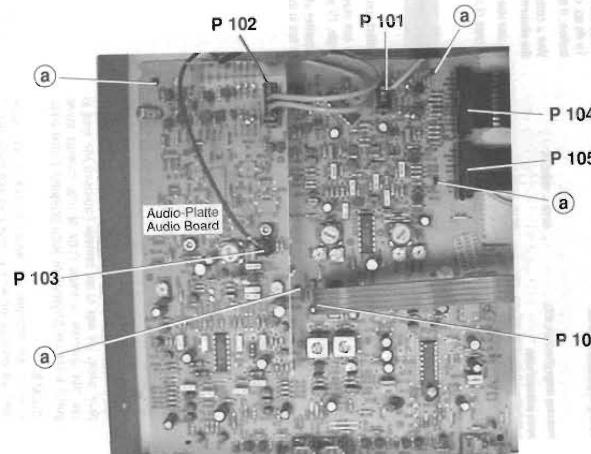

Fig. 2
- Steckverbindungen P 101, P 102, P 103, P 104, P 105 und P 106 lösen (Fig. 2).
- 4 Plattenhalter **(a)** (Fig. 2) ausrasten und Leiterplatte herausnehmen.
- Unplug the connectors P 101, P 102, P 103, P 104, P 105 and P 106 (Fig. 2).
- Disengage the 4 spacers **(a)** (Fig. 2) and remove the circuit board.
- Bei Bedarf Steckverbindungen P 01 B, P 02 B, P 03 B, P 05 B, P 13 B auf der Logik-Platte (Fig. 2 und 4) und P 104, P 105, P 106 auf der Audio-Platte (Fig. 3) lösen.
- Steckverbindungen P 101, P 102, P 103, P 01 B, P 02 B und P 03 B lösen (Fig. 2, 3 und 4).
- If necessary, unplug the connectors P 01 B, P 02 B, P 03 B, P 05 B, P 13 B on the logic board (Fig. 2 and 4) and P 104, P 105, P 106 on the audio circuit board (Fig. 3).
- Unplug the connectors P 101, P 102, P 103, P 01 B, P 02 B and P 03 B (Figs. 2, 3 and 4).